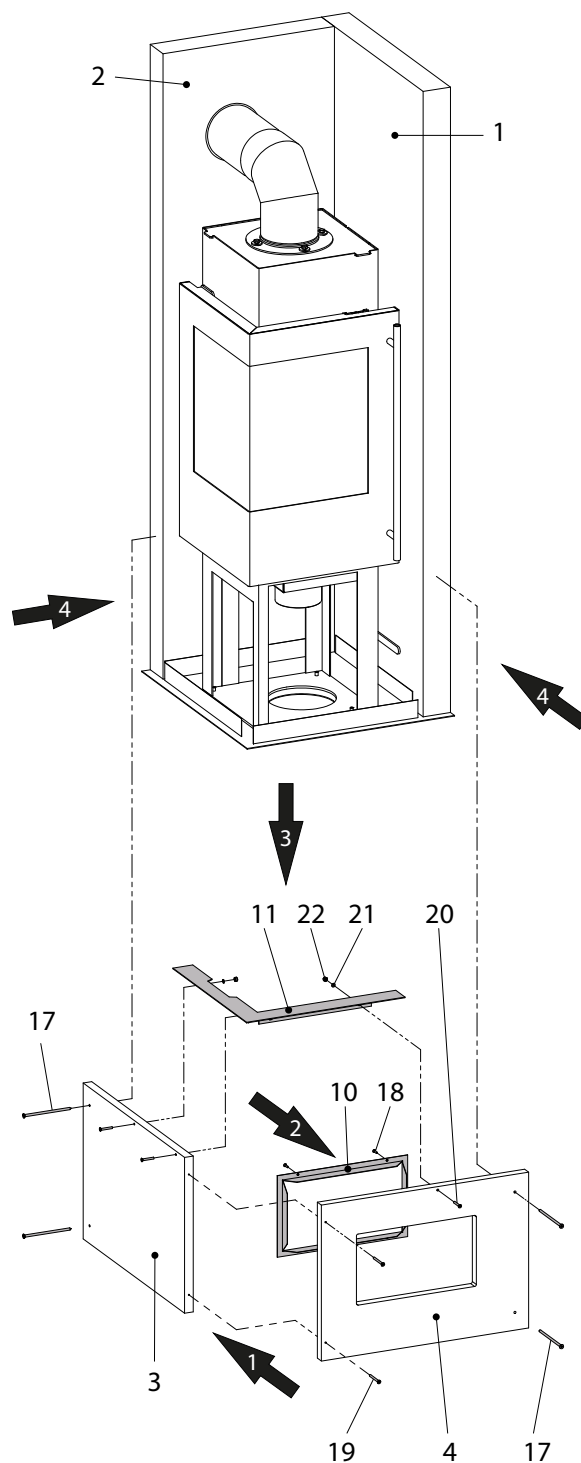

Fig.6
**Avant de coller les habillages 3+4 (Fig. 6) :**